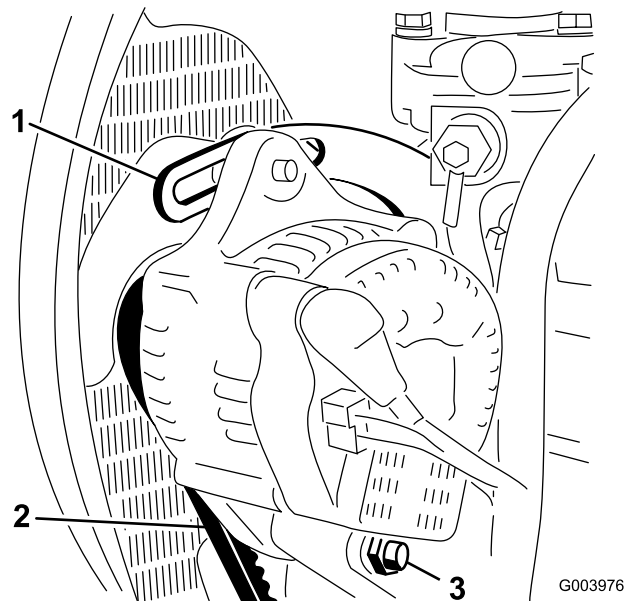

Bild 56
2. Prüfen Sie die Spannung des Treibriemens, indem Sie eine Kraft von 10 kg in der Mitte zwischen der Lichtmaschine und der Kurbelwellenscheibe ansetzen (Bild 56).
4. Lockern Sie die Schrauben, mit denen der Bügel am Motor befestigt ist sowie die Schraube, mit der die Lichtmaschine am Bügel befestigt ist (Bild 56).